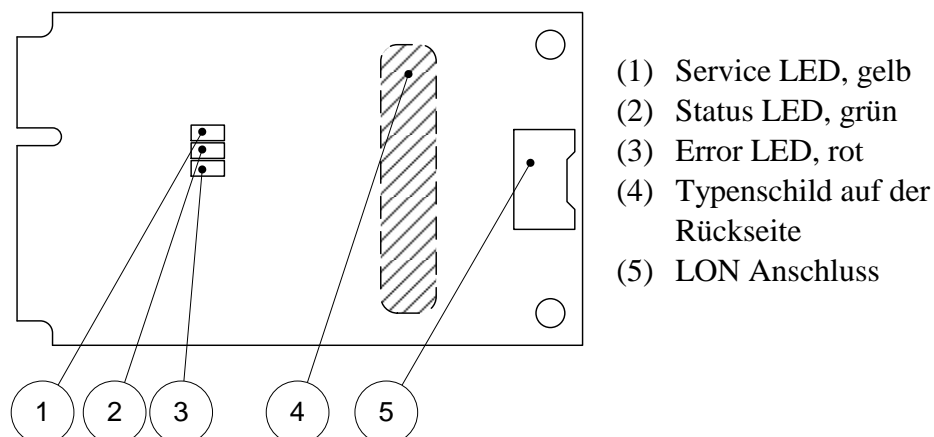

Bild 1-2 Elemente der Baugruppe
Die Service LED (Bild 1-2, (1)) signalisiert den Knotenstatus der Easylon Mini PCIe Socket Interface. Es sind folgende der Service LED Signale definiert: